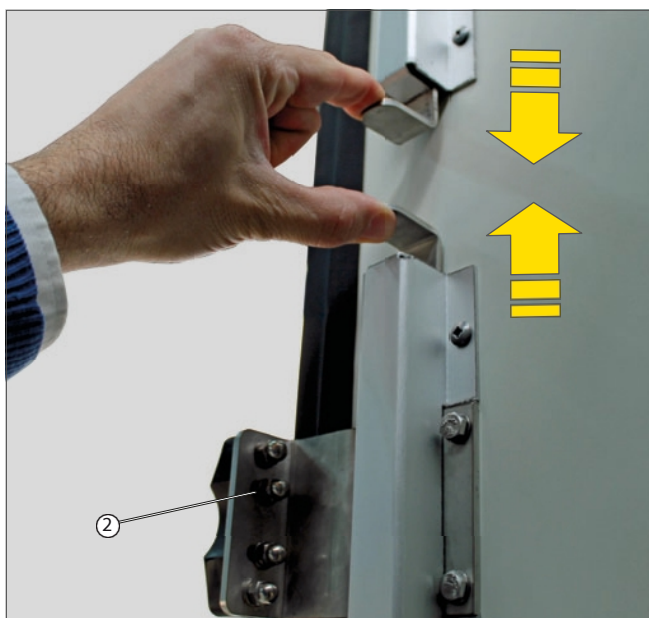

Fig. 8 Kontroll av festepunktene
- Rengjør om nødvendig sperrelommen (fig. 8/1) - den skal være fri for fett.
- Kontroller at skrueforbindelsene til påløpsfestet (fig. 8/2) er godt festet.